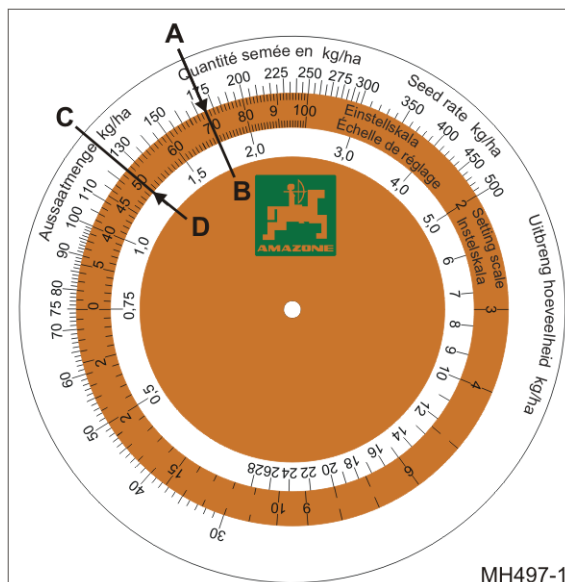

Bild 152
- o framräknad spridningsmängd 175 kg/ha (Bild 152/A)
- o växelläge 70 (Bild 152/B)
2. Läs av växelläge för den önskade spridningsmängden på 125 kg/ha (Bild 152/C). på räkneskivan.
- Växelläge 50 (Bild 152/D).